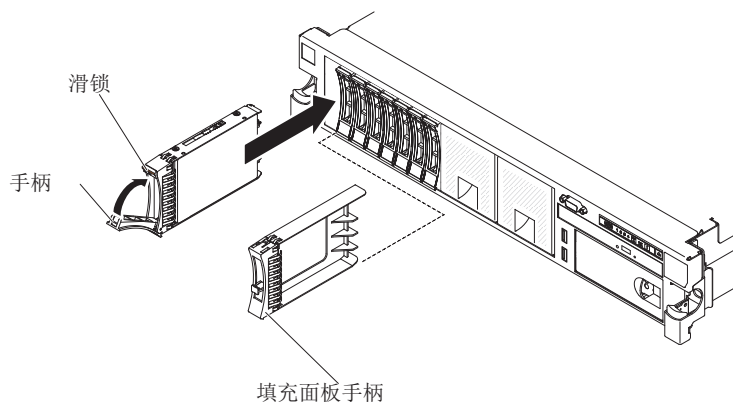

图 84. 卸下 2145-DH8 引导驱动器。
5. 轻轻将驱动器组合件从插槽中拉出，如 第 100 页的图 84 中所示。